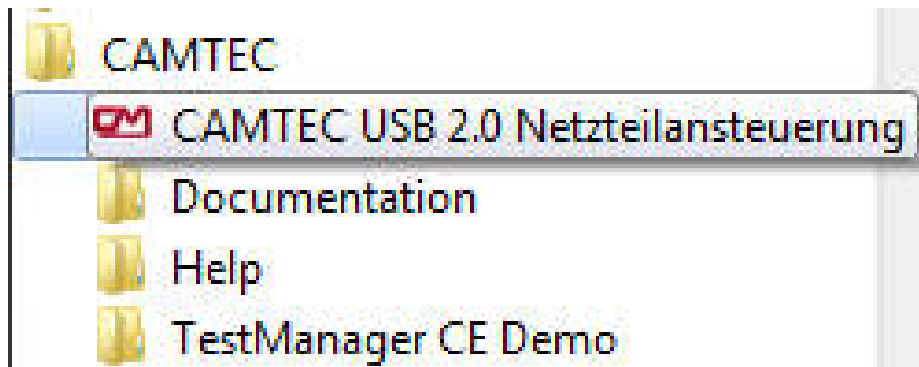

Figure 1 CAMTEC Start Menu after installation
1. Start the Software from the Windows Button in the folder CAMTEC: „CAMTEC USB 2.0 Netzteilansteuerung“ (Figure 1).